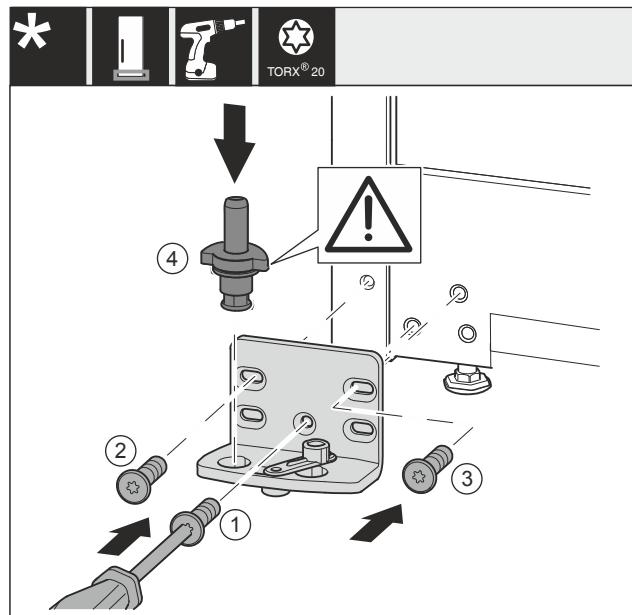

Fig. 38 \*
- ▶ 将托架安装到另一侧，并借助螺丝刀旋紧。用 Fig. 38 (1) 从底部的中心开始。\*
- ▶ 拧紧螺钉 Fig. 38 (2) 和 Fig. 38 (3)。\*
- ▶ 将轴承螺栓 Fig. 38 (4) 完全装入。同时注意止动凸轮需指向后方。\*